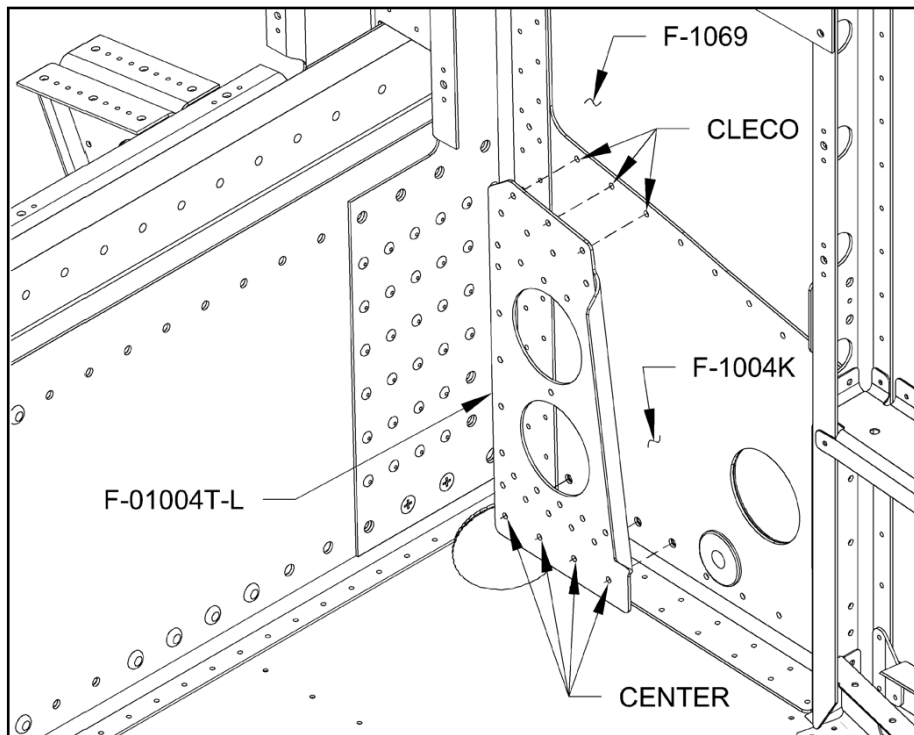

FIGURA 9: reforço da placa lateral da seção central
Passo 26: Usando os três furos superiores na Placa Lateral Reforçada F-01004T-L da Seção Central, posicione o reforço e prenda-o com clecos, conforme mostrado na Figura 9.